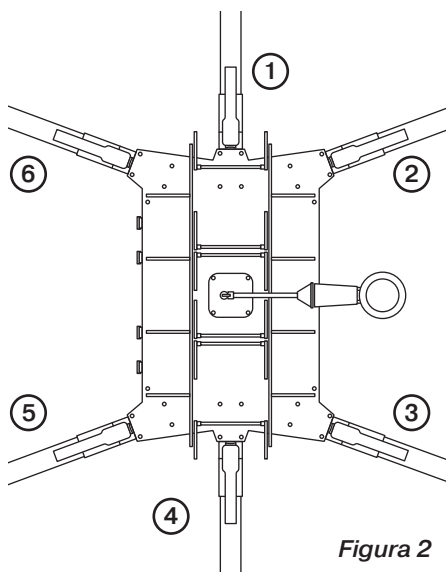

Figura 2
- Para plegar los brazos, invierta este orden. (Figura 2)